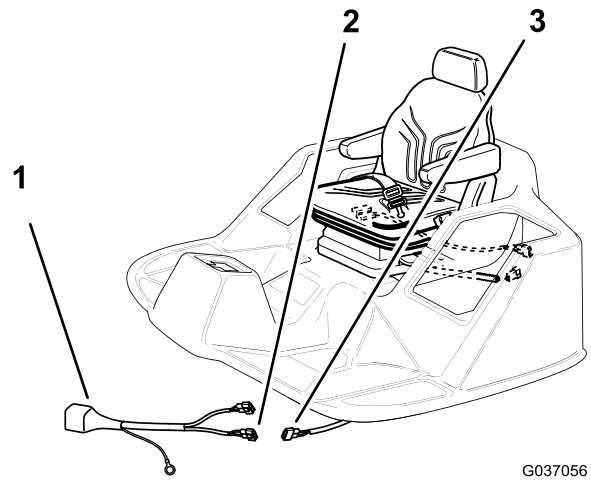

Figura 20
2. Collegare il connettore a 2 lame del cablaggio del relè nel connettore a 2 prese (Figura 20) del cablaggio preassemblato della macchina che avete scollegato nel passaggio 1 di 2 Rimozione del sedile (pagina 4).